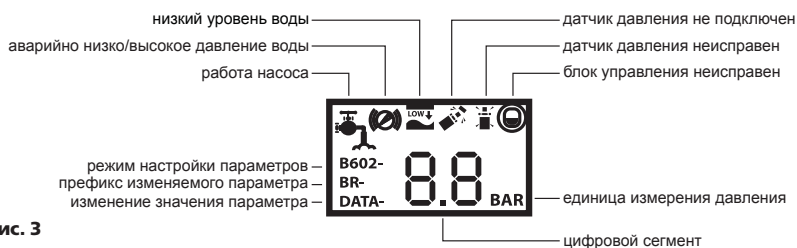

Рис. 3
6.12. ЖК-индикатор изображен на рис. 3.